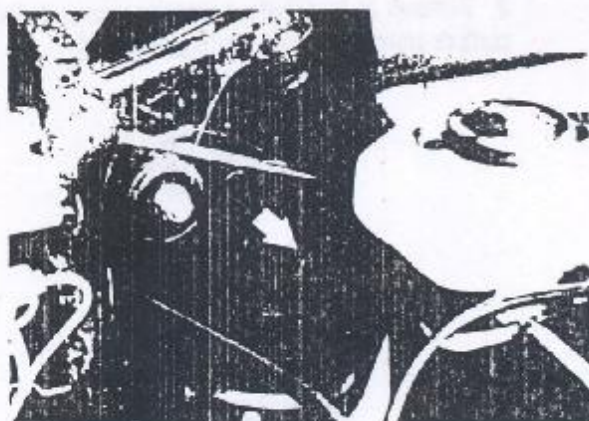

Figura 4.13.1 - Fixação do olhal superior.
3. Remover a porca e o parafuso de fixação do olhal superior do conjunto do "Spring Shock" - ao braço superior da suspensão (Figura 4.13.1)
3. Instalar o parafuso e a porca de fixação do olhal superior do "Spring Shock" ao braço superior da suspensão (Figura 4.13.1). Apertar a porca ao torque de 80 Nm.